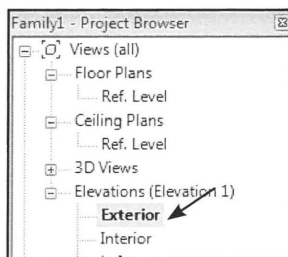

Fig. 08.16. Project Browser - Exterior.
- Skift *View* til *Exterior* i *Project Browseren* (Fig. 08.16).